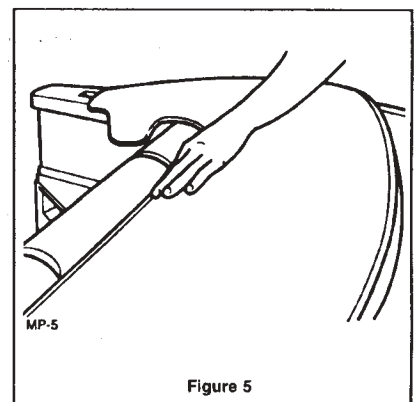

Figure 5
8. Poussez la languette en plastique dans la gorge située derrière le siège (Figure 5).